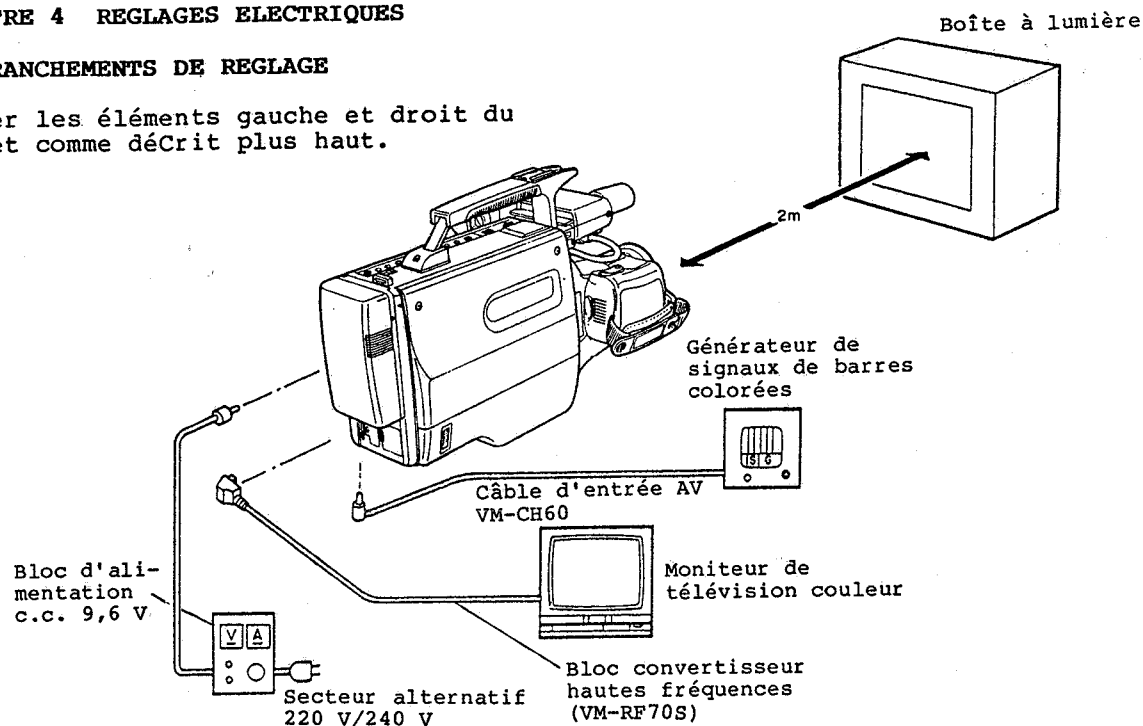

Fig. 4-1
- 2) Raccorder le camescope, le bloc d'alimentation et un moniteur vidéo couleur en procédant de la façon représentée sur la figure 4-1.